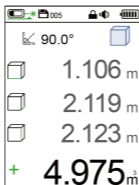

Figure 8 Deuxième volume mesuré
Étape 3 : Répétez l'étape 1 pour mesurer le deuxième volume, et le résultat est illustré à la figure 8 ;